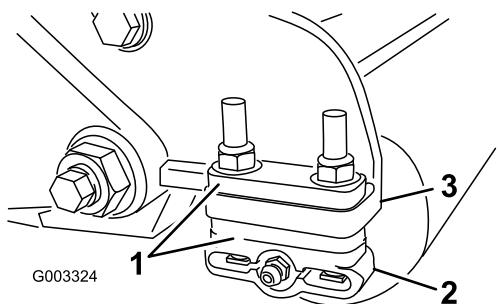

図 11
- 希望の刈高範囲に必要な数のスペーサを刈高チャートで確認し、スペーサをサイドプレートの取り付けフランジ図 11 の下に入れて、後ローラのブラケットの位置を正しくセットする図 11。